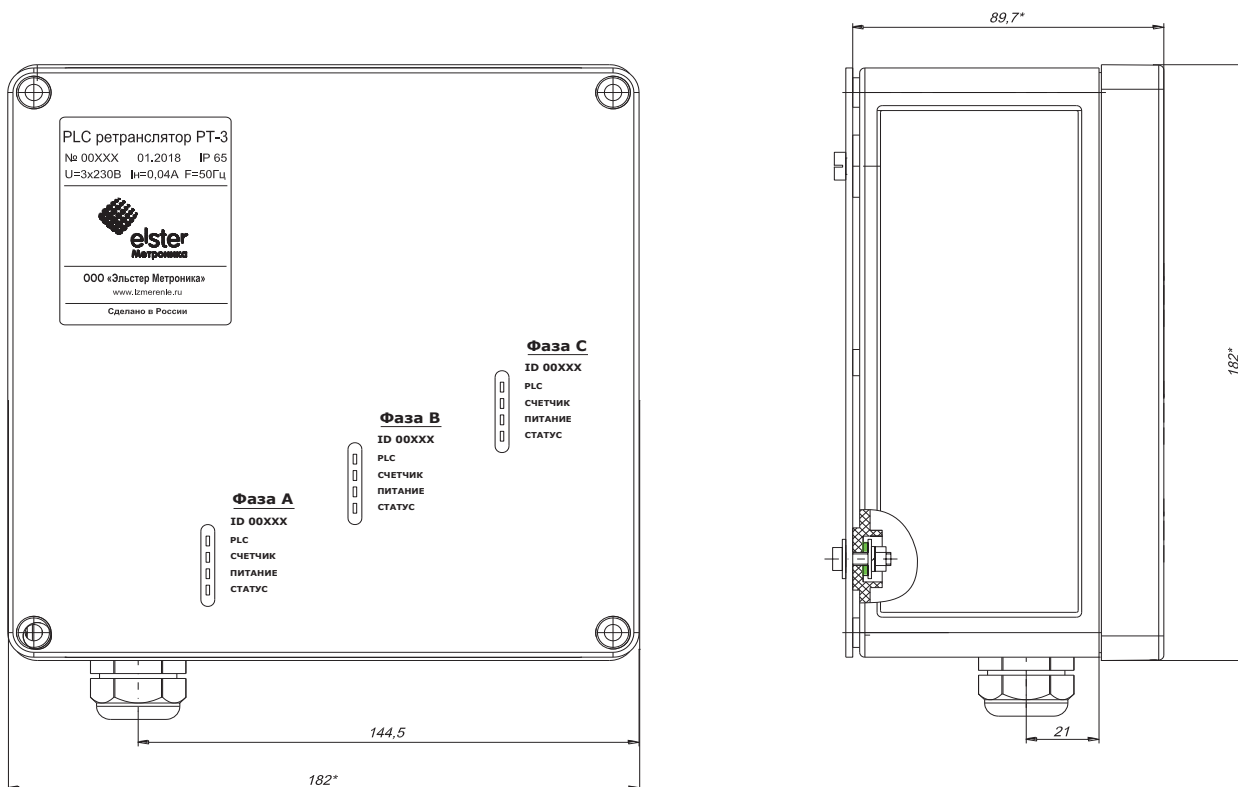

Рисунок 1
1.2.2 Габаритные и присоединительные размеры приведены на рис. 1.